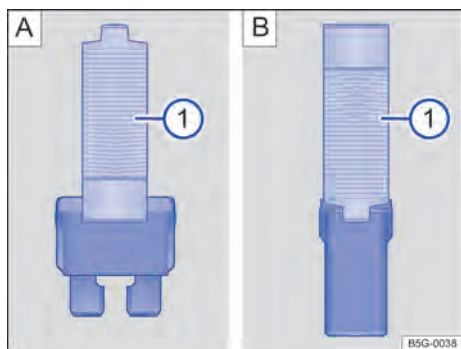

Fig. 183 Retirar ou colocar o fusível com a pinça de plástico: **A**: fusível plano, **B**: fusível de bloqueio.
→ Fig. 183 **A** ① da cobertura da caixa de fusíveis.
→ Fig. 183 **A** ① ou → Fig. 183 **B** ① lateralmente no fusível.
- Caso o fusível esteja queimado, substituir o fusível por um novo da *mesma* intensidade de corrente (mesma cor e inscrição) e do *mesmo* tamanho → ①.